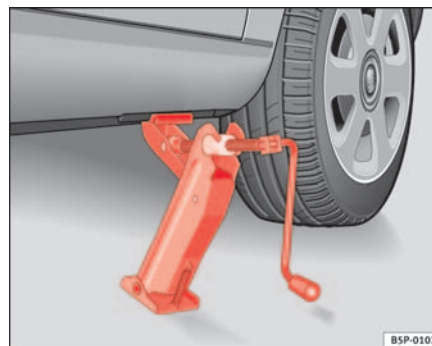

Fig. 175 Colocação do macaco
- Ajustar o macaco de modo a que a respectiva garra envolva o perfil da longarina inferior e a base móvel fique totalmente assente no chão ⇒ fig. 175.